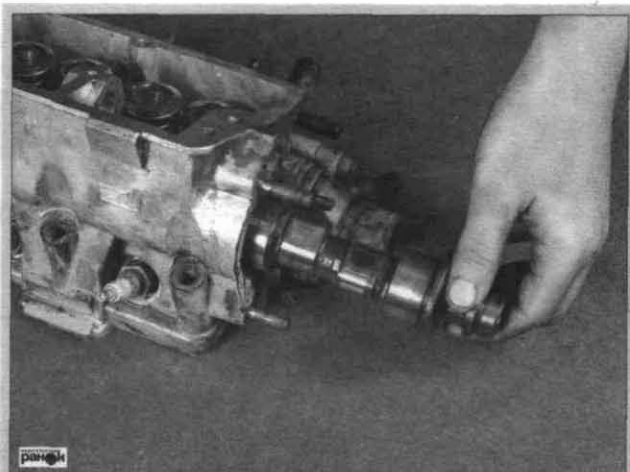

Рис. 3.33. Снятие распредвала
- вынуть распредвал в сторону маховика (рис. 3.33).